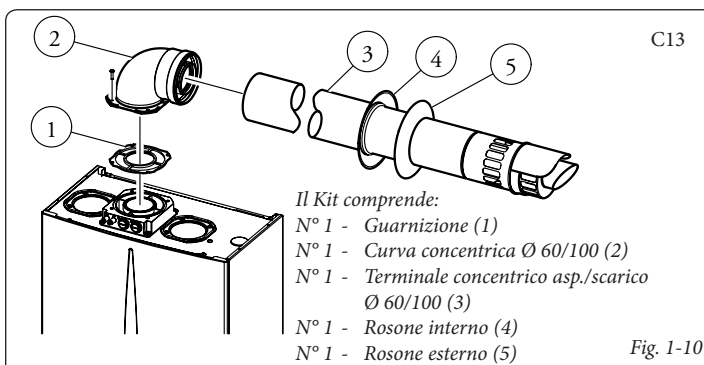

Fig. 1-10
**Kit orizzontali di aspirazione - scarico Ø 60/100.** Montaggio kit (Fig. 1-10): installare la curva con flangia (2) sul foro centrale della caldaia interponendo la guarnizione (1) (che non necessita di lubrificazione) posizionandola con le sporgenze circolari verso il basso a contatto con la flangia di caldaia e serrare con le viti presenti nel kit. Innestare il tubo terminale concentrico Ø 60/100 (3) con lato maschio (liscio), nel lato femmina della curva (2) sino a portarlo in battuta, accertandosi di avere già inserito il relativo rosone interno ed esterno, in questo modo si otterrà la tenuta e la giunzione degli elementi che compongono il kit.